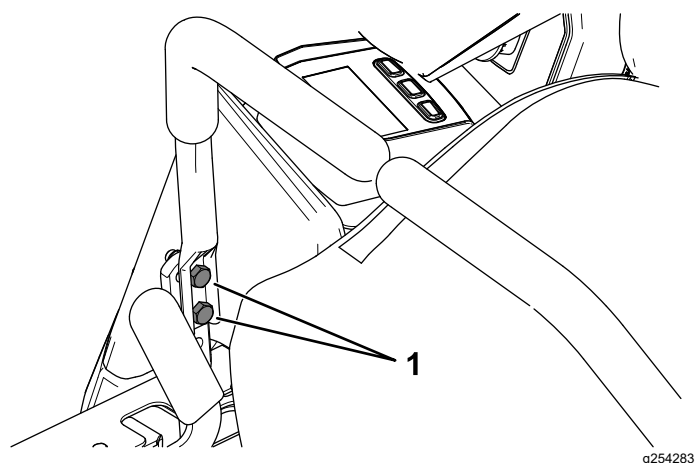

**Figura 53**
12. Apriete los 2 pernos de montaje de la palanca de control de movimiento (Figura 53).
10. Si es necesario alinearlas, afloje los 2 pernos de montaje de la palanca de control de movimiento del lado que está mal alineado (Figura 53).